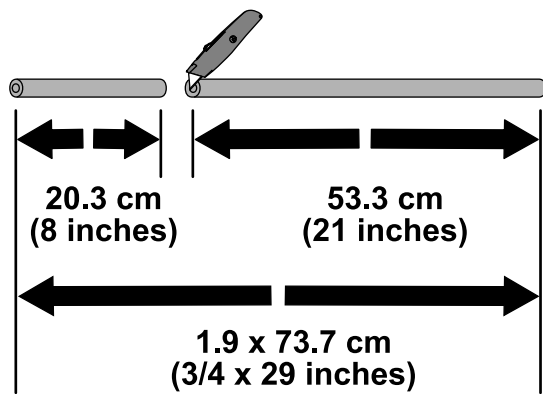

图 4
1. 从软管1.9 x 73.7cm端部起测量出 20.3cm并标记该位置 图 4。